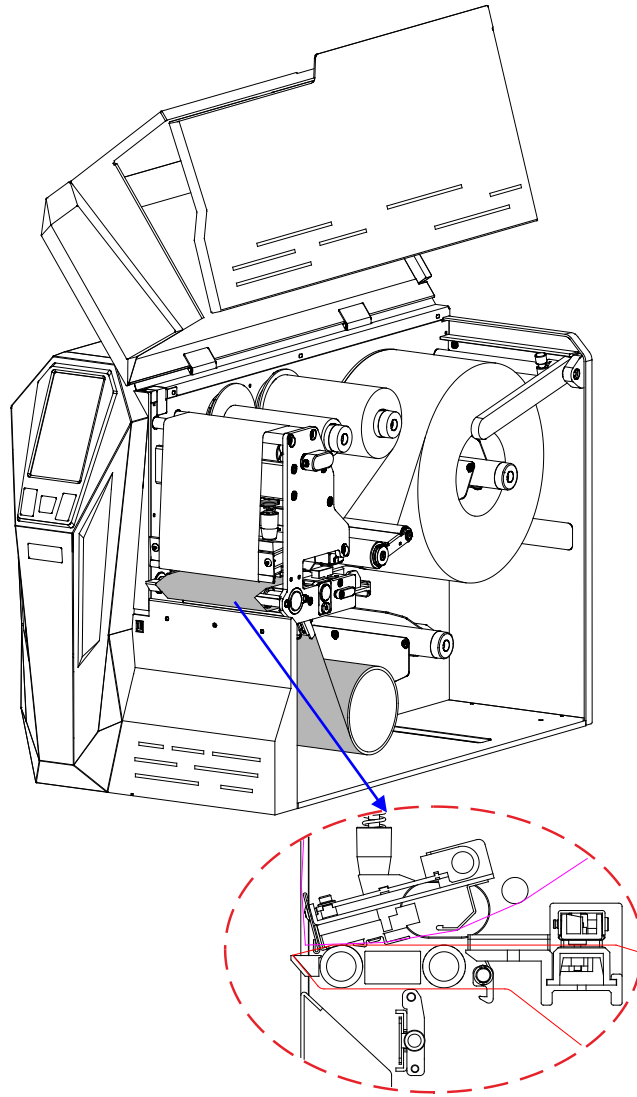

图 2-29 穿出底纸
9. 按照图 2-6 所示的标签底纸路径，将底纸绕过剥纸片，依次通过打印胶辊下方、剥纸胶辊和压辊组件中间，然后缠绕到空卷芯上，如图 2-29 所示。